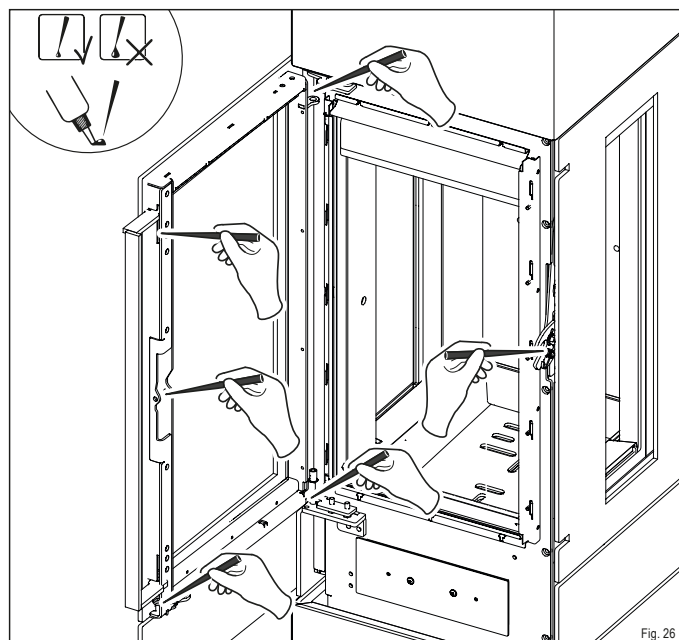

Fig. 26
- ▶ Lubrifiez les points avec la graisse spéciale de la Startbox (Fig. 26).